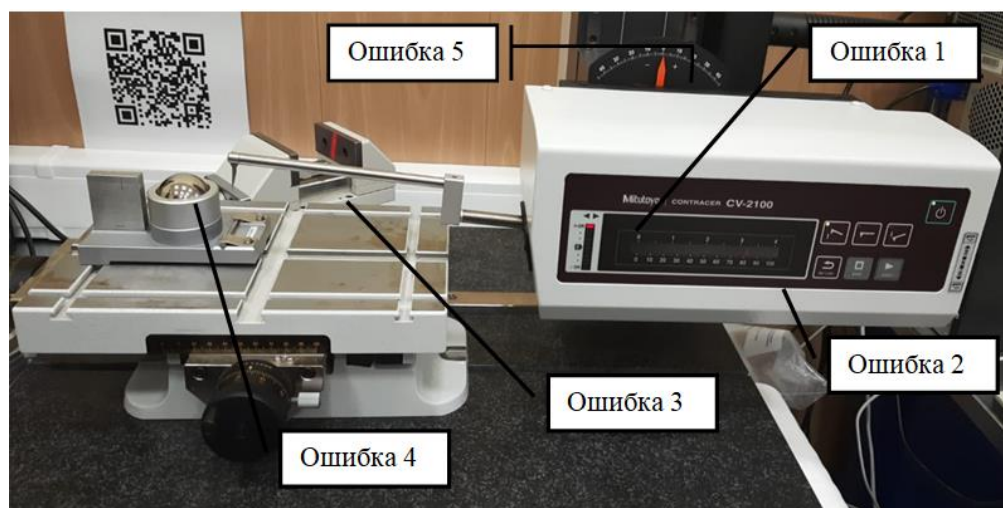

Рис. 4. Характерные ошибки при калибровке контурографа
Однако первой характерной ошибкой является выбор очень большой скорости калибровки с целью экономии времени, что приводит к возникновению погрешностей. Оптимальной скоростью является небольшая, не более 0,25 мм/с, но студенты предпочитают выбор скорости от 1 мм/с. Следует отметить, что кроме таких ошибок, связанных с неправильной настройкой режимов измерения в ПО, возникают и другие ошибки — следствия нарушений методики калибровки (рис. 4).
- 3) Установка эталона на дополнительные тиски (на рис. 4 они расположены за основным предметным столом прибора). Калибровку нужно проводить только на основном столе, без установки дополнительной оснастки, т.к. это может привести к дополнительным погрешностям при калибровке.